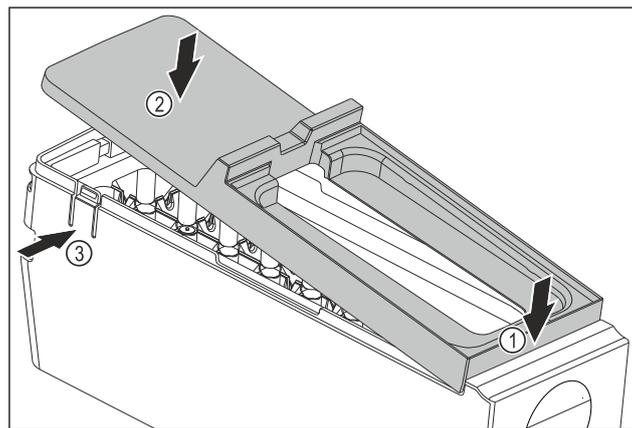

Fig. 92
- ▶ Montare la copertura del corpo dell'EasyTwist-Ice: Applicare la copertura sul davanti. Fig. 92 (1)
- ▶ Abbassare la copertura sul retro. Fig. 92 (2)
- ▷ La copertura si innesta in entrambe le linguette Fig. 92 (3) in modo udibile.